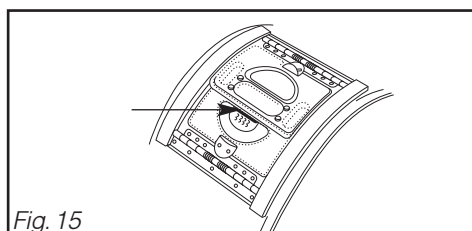

Fig. 15
**Pour un bon verrouillage, vérifiez que le liseré bleu A du poussoir est bien visible (Fig. 15).**